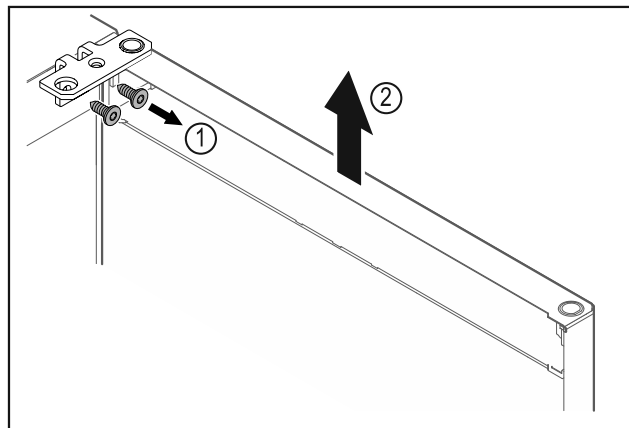

Fig. 9
- Atsukite šarnyrinį kampuotį Fig. 9 (1).
- Duris, įsk. šarnyrinį kampuotį Fig. 9 (2), pakelkite maždaug 200 mm tiesiai į viršų ir nuimkite.